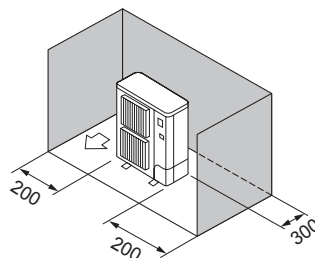

Fig. 2-8
- ③ Prepreke samo na stražnjoj strani i bočno (Fig. 2-8)